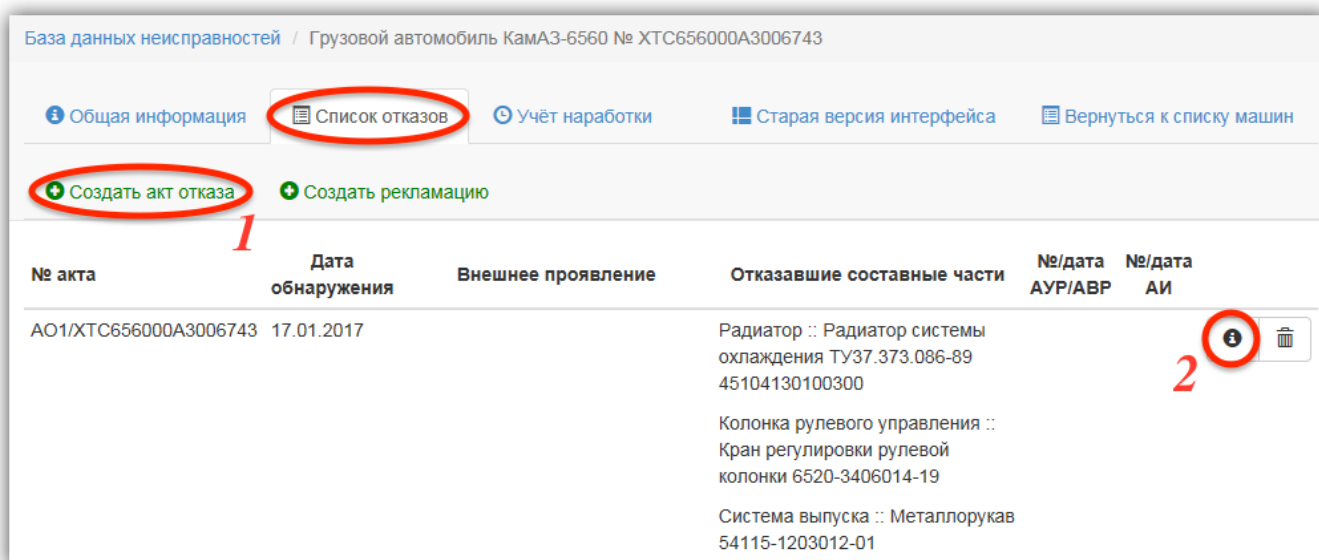

Рис. 8-2 – Список отказов для выбранной машины
В результате откроется вкладка «Список отказов» страницы с данными по выбранной машине (рис. 8-2). На этой вкладке перечислены акты отказа (или рекламационные акты) с указанием отказавших СЧ для каждого акта отказа.
– для создание нового акта нажать кнопку «Создать акт отказа» в верхней части вкладки «Список отказов» (1 на рис. 8-2);
– для открытия и внесения изменений в уже существующий акт отказа нажать кнопку «Открыть»  в строке акта отказа на вкладке «Список отказов» (2 на рис. 8-2).
Одновременное формирование акта отказа и рекламационного акта не предусматривается, поэтому эти акты размещены на разных вкладках страницы акта отказа. При нажатии кнопки «Сохранить» в списке отказов для машины (рис. 8-2) будет сохранен акт, который определяется выбранной вкладкой – акт отказа или рекламационный акт, соответственно. Если ранее был сохранен другой вид акта, он будет удален из списка актов. Однако если был выбран рекламационный акт, то данные по акту отказа (общие сведения об отказах, перечень отказавших СЧ и способе устранения отказов) будут также сохранены в БД (в неявном виде), так как эти сведения используются при составлении различных отчетов в ILS Suite.